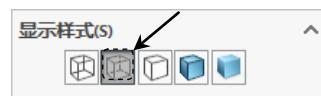

图 9.4.17 “显示样式”区域
Step3. 在“工程视图 1”对话框的“显示样式”区域中单击“隐藏线可见”按钮 ，如图 9.4.17 所示。